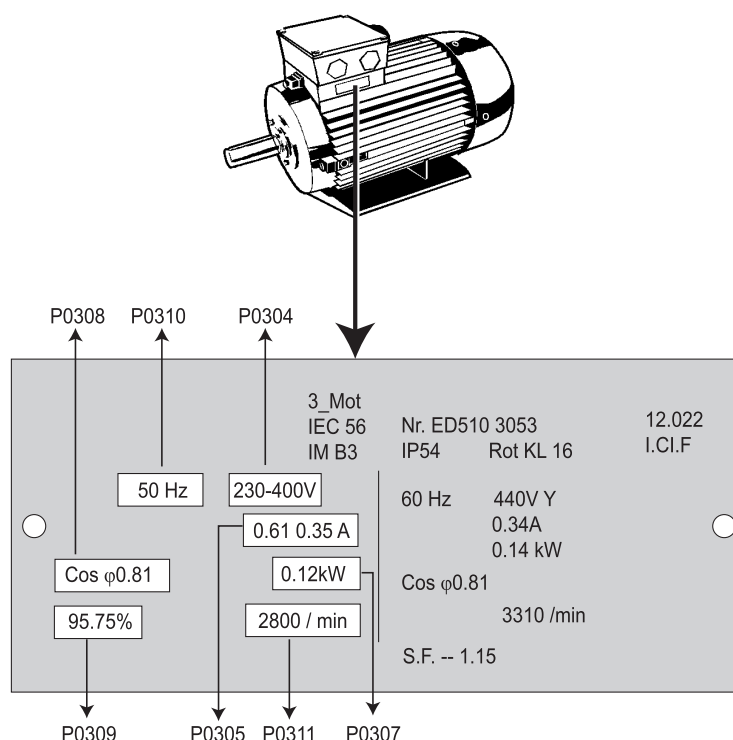

Figura 3-5 Esempio tipico di targhetta con i dati caratteristici del motore
3. L'inverter viene programmato in fabbrica per applicazioni standard su motori quadripolari Siemens di serie con le sue stesse caratteristiche di potenza nominale. In caso di impiego con altri motori sarà necessario immettere i dati caratteristici riportati sulla rispettiva targhetta. Si veda la figura 3-5 per i particolari di lettura dei dati caratteristici del motore.